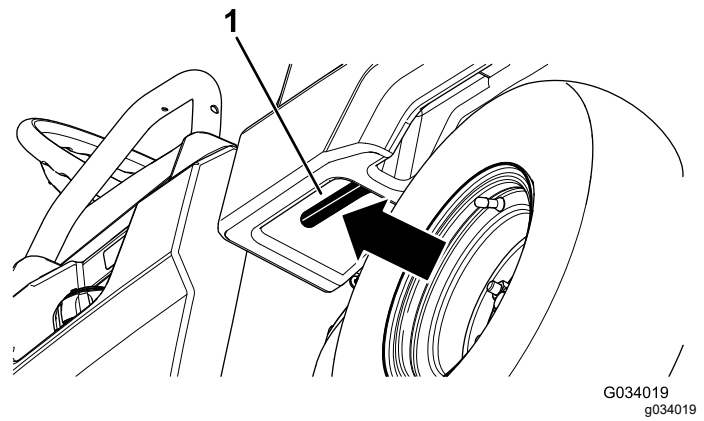

Figura 13
1. Tire hacia usted de la palanca a la izquierda, dentro de la plataforma de carga y eleve la plataforma hacia arriba (Figura 13).
1. Eleve la plataforma de carga un poco tirando hacia arriba de la palanca de enganche (Figura 13).